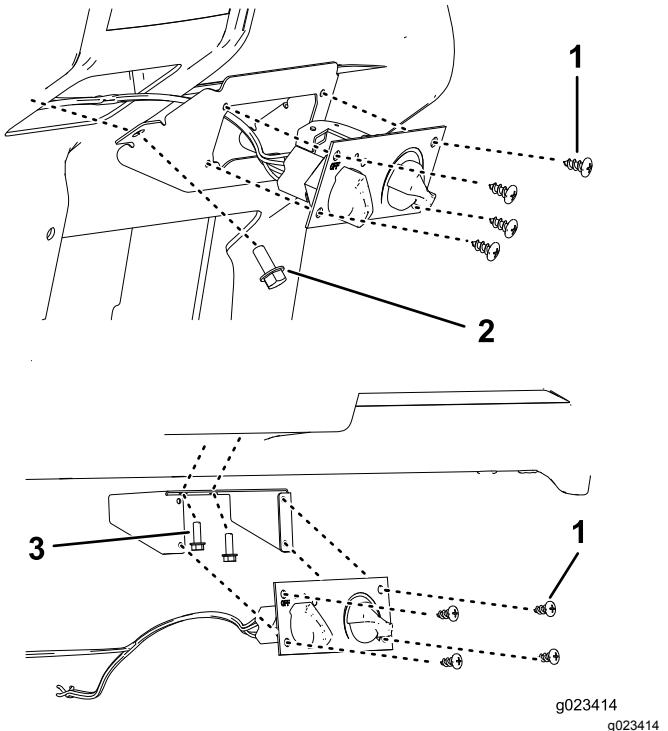

図5
4. ヒーターコントロールマウントに、ヒーターコントロールを取り付けるビス 4 本を使用する図 5。
5. ヒーターコントロールケーブルと黒色のワイヤハーネスコネクタを、ヒーターコントロールとヒーターのワイヤハーネスの白色コネクタに接続する図 5。
7. ヒーターコントロール用マウント正面にフランジヘッドボルト5/16 x $\frac{3}{4}$ " 4本を使い、さらにマウント側面にボルト 5/16" 2本 HD モデルの場合 またはボルト $\frac{1}{4}$ " 2本 MD モデルの場合を使って固定する図 5。